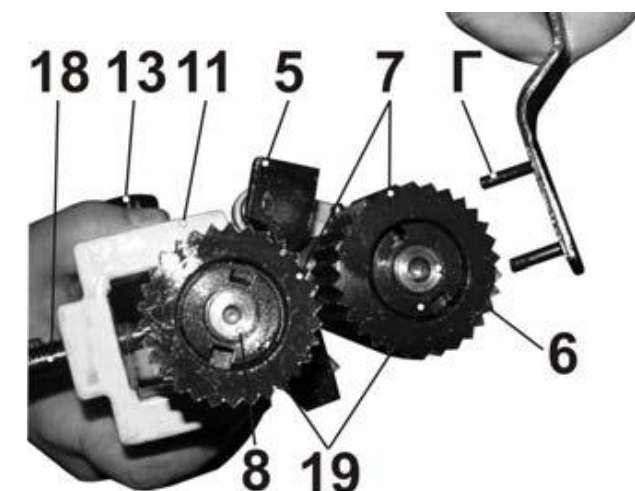

Рис. 4
8.1. Установка роликов (Рис. 4).